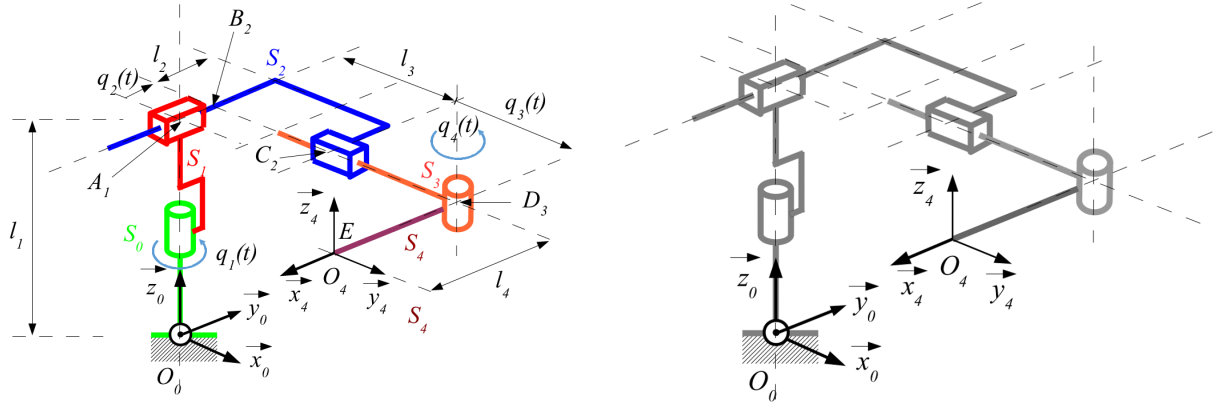

FIGURE 2 – Robot RPPR représenté schématiquement - ET - Placement des repères DH
1. Les repères  $\mathcal{R}_0$  à  $\mathcal{R}_4$  étant données. Compléter sur la Figure 2 les autres repères  $\mathcal{R}_1, \mathcal{R}_2$  et  $\mathcal{R}_3$  conformément à la convention Denavit-Hartenberg.